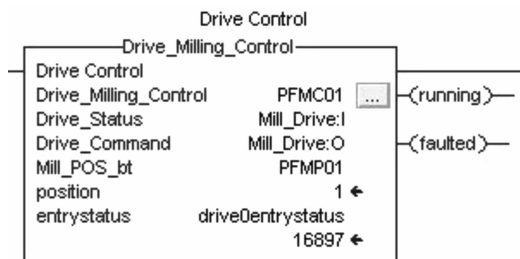

图 20-27 控制指令
5. 在控制指令上，将“位置”（position）的值设置为 1，如图 20-27 所示。